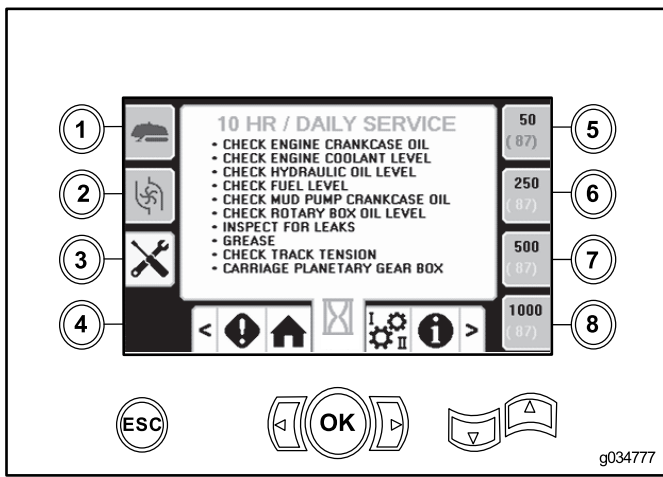

Bild 5
- Taste 3: Wartungsplan mit 10 Stunden/täglich (Bild 5)